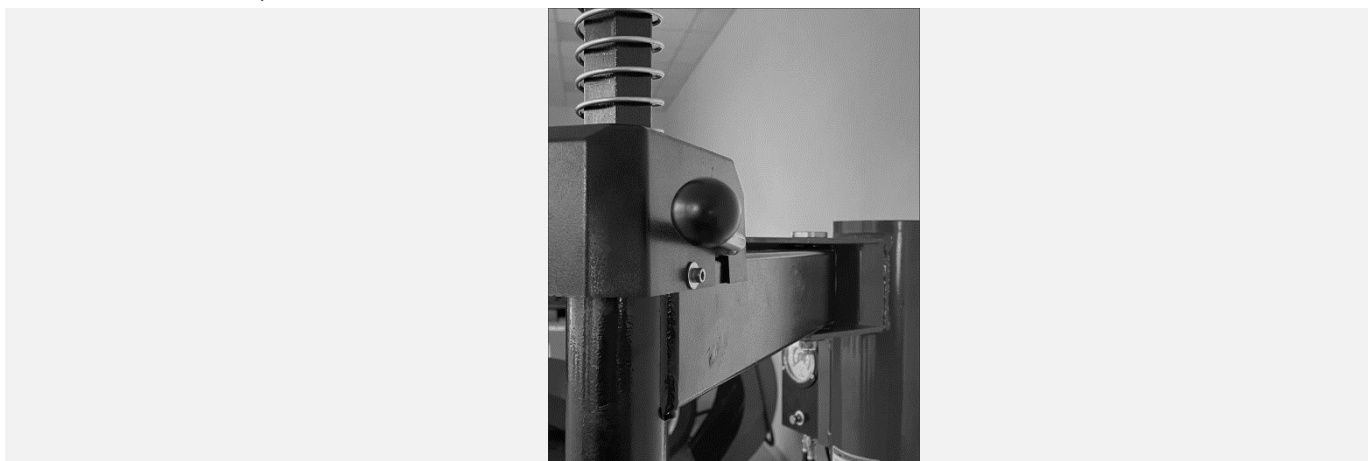

Рисунок 31
- Перевести монтажную колонну в рабочее вертикальное положение с помощью зажимного механизма (см. Рисунок 31).